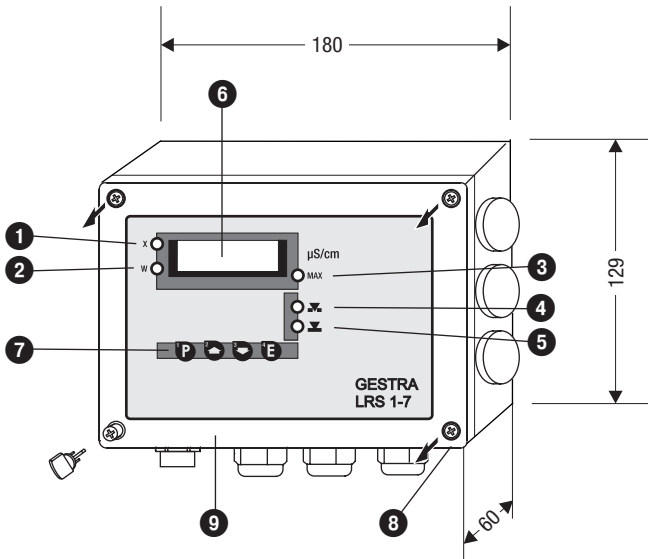

Fig. 2
1. Desserrer les vis du couvercle **8** et retirer le couvercle **9**. (Fig. 2, 3)